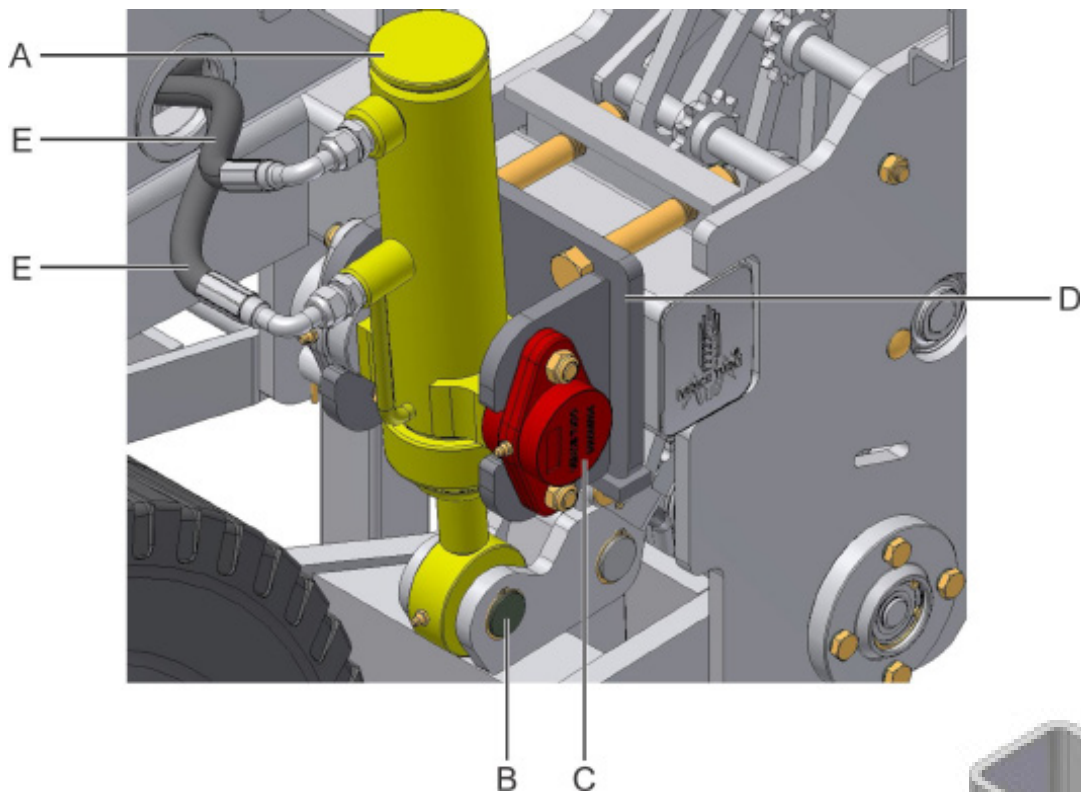

fig. 27
Para retirar el cilindro (A) (fig. 27) fijado en el soporte (D), primero, retire las mangueras (E), retire los cojinetes fundidos (C), y el pasador de fijación del articulador (B).